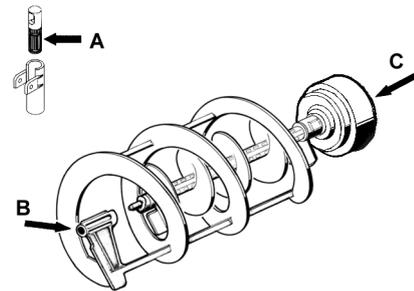

Bild 11
**2** Den Hahnkolben, die innere und äußere Schnecke (an den in Bild 11 gezeigten Stellen A, B und C) schmieren. Dazu ausschließlich das vom Hersteller gelieferte Fett oder anderes Fett für Speisezwecke verwenden.